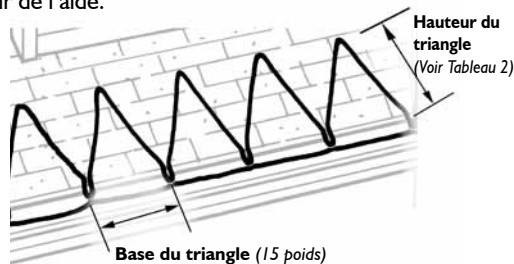

Figure 4. Parcours du triangle le long de la ligne de toiture
- **Parcours pour la ligne de toiture** : Le câble posé le long de la ligne de toiture est disposé selon un parcours triangulaire (voir figure 4). Le câble doit s'étendre au-dessus de l'avant-toit dans la section chaude du toit. Pour déterminer la hauteur des triangles, mesurez la profondeur de l'avant-toit. Les hauteurs du triangle sont mesurées par le nombre de rangées de bardeaux à partir de la bordure du toit (en fonction des pattes de bardeaux standard de 5 1/2 po). À l'aide du Tableau 2, déterminer la hauteur de chaque triangle. En utilisant cette méthode, les triangles s'étendront au moins à une rangée de bardeaux (5 1/2 po) dans la section chaude du toit.